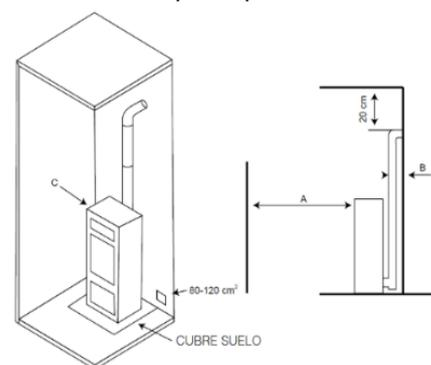

Fig. 1
- Deverá instalar grelhas de entrada de ar de forma a que se possa garantir que não sejam bloqueadas. Estas grelhas devem ser instaladas tanto na zona inferior da instalação como na parte superior, de tal modo que se garanta uma circulação de ar e portanto uma constante refrigeração (Fig. 1).